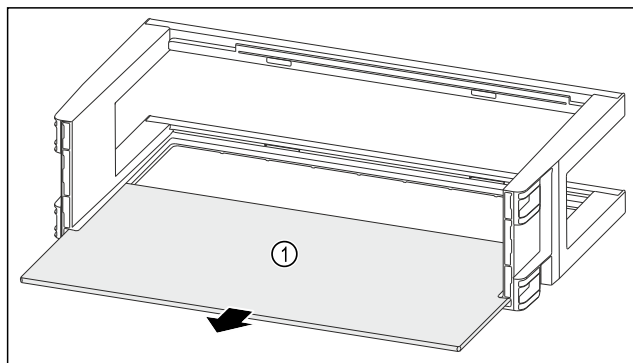

Fig. 109
- ▶ Извлеките съемную полку Fig. 109 (1).